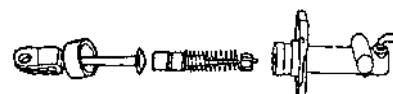

Рис. 4.1.17.
- Извлечь из главного цилиндра толкатель и поршень в сборе (рис. 4.1.17).